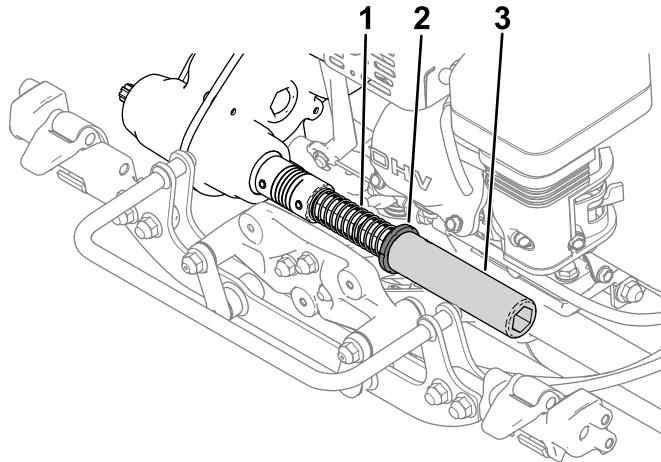

Figura 9
2. Instale a mola, anel e tubo hexagonal ao veio da união da transmissão (Figura 9).